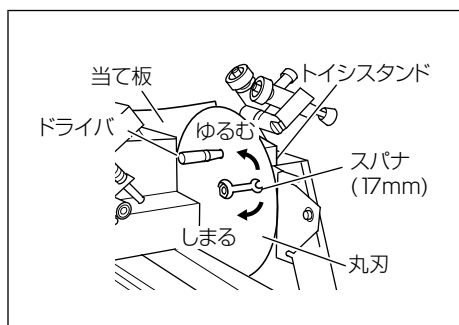

図 30
- ⑥ 丸刃の穴 (10 mm) が上になるよう丸刃をまわして、穴 (10 mm) にさし込んだドライバの先端をトイスタンドに引っ掛け、まわり止めをします。
- ⑦ 付属のスパナ (17 mm) で丸刃締付ボルトをゆるめ、抜き取ります。
- ⑧ 片手でドライバ、一方の手で丸刃の上部をはさむように持ち、丸刃をはずします。
(2) 丸刃の取付け方
- ① ピンと新品の丸刃 (刃付けしていない) の 2 個の穴を合わせ両手ではめ込み、丸刃締付ボルトで仮締めします。
- ② 丸刃の穴が上になるよう丸刃をまわして、穴 (10 mm) にさし込んだドライバの先端をトイスタンド (図 30) に引っ掛けます。
- ③ 付属のスパナ (17 mm) で丸刃締付ボルトを強く締付けます。(図 30)
- ④ P.21「各部の調整」に従い各部を調整し、ラージカバー、マルハカバー (B)、カバーブロック、当て板を取付けます。
- ⑤ 最後に P.19「1. 丸刃の研磨」を参照し、丸刃を研磨して終了です。